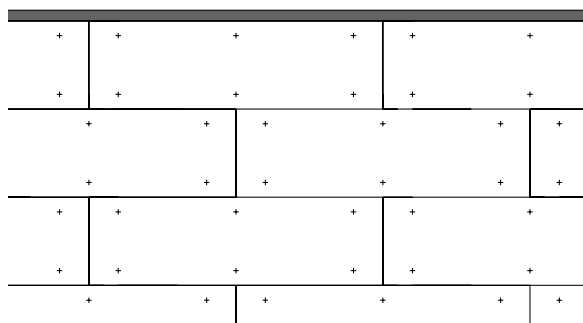

Fig. 5 : Exemple de disposition des ancrs
- ancrs pour un équipement sur chantier des panneaux (fig. 5),